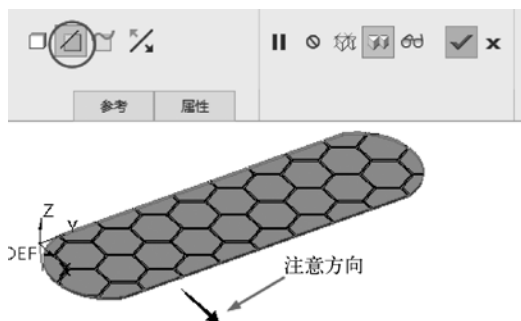

图 5-169 修剪实体
- 选择拉伸曲面，单击“实体化”按钮  实体化，修剪实体，如图 5-169 所示。